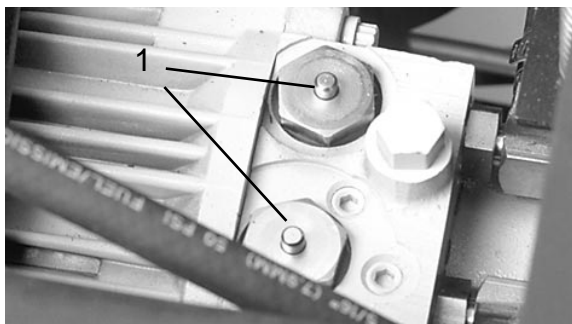

Figure 11
2. Appuyer et maintenir les tiges situées au centre des deux (2) ensembles clapet anti-retour sur le dessus de la transmission (Fig. 11), pour pousser ou remorquer la machine.